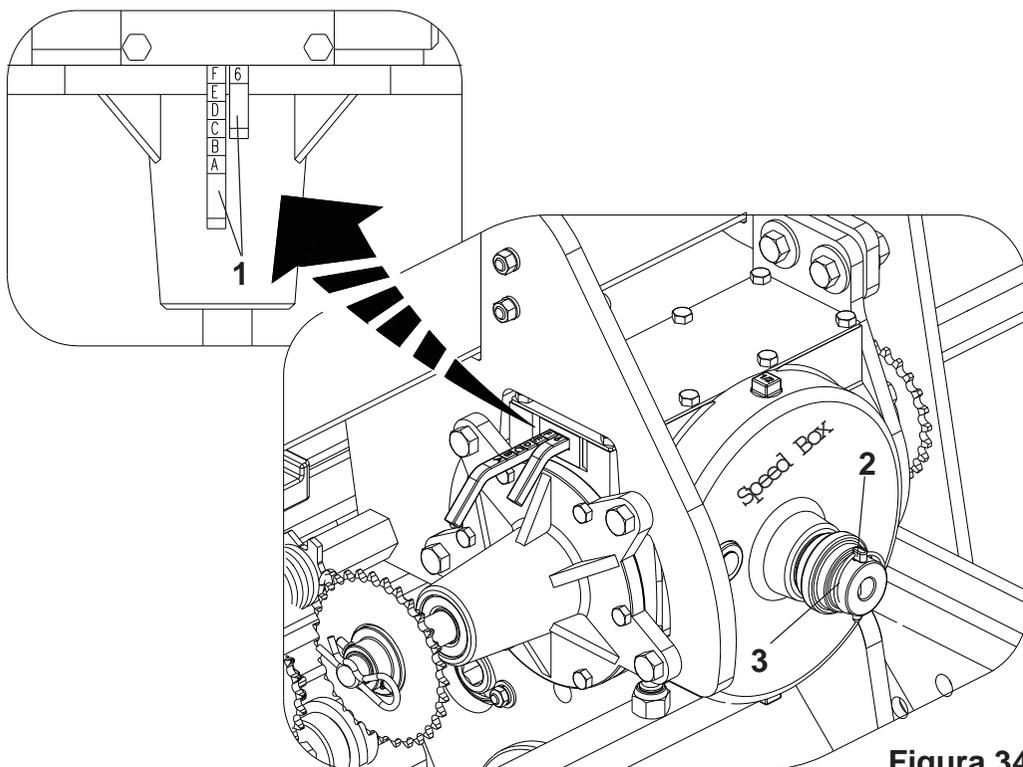

Figura 34
- 2 - Para colocar as alavancas (1) na posição “F 1”, retire a trava (2), puxe a manopla (3), em seguida regule os mesmos. Ao terminar a combinação, retorne a manopla (3) e recoloque a trava (2).
- 5 - O esticador (4) é dotado de mola de torção para maior flexibilidade do mesmo, se necessário maior pressão no esticador, gire a roseta (5) passando o engate da mola (6) para o outro dente da roseta. **Figura 34.**
- 2 - Para regulagens do adubo, selecione a quantidade desejada nas tabelas e verifique a combinação correspondente dos cursores (1). Exemplo : posição **F 2**, indica que ao cursor com letras deve estar na posição “**F**” e o cursor de números deve estar na posição “**2**”, conforme **Figura 34**.
- 3 - Para movimentar os cursores, retire a trava (2), puxe a manopla (3) , em seguida regule os mesmos. Ao terminar a combinação, retorne a manopla (3) e recoloca a trava (2).